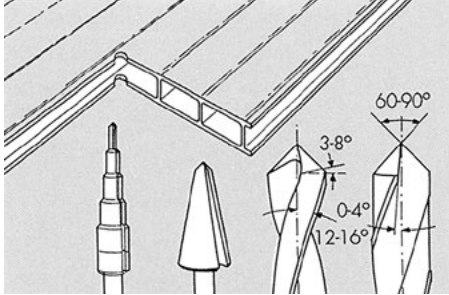

Abb. 11
- hier vorher ein Loch für die Stichsäge (ohne Pendelhub) bohren (Abb. 11).